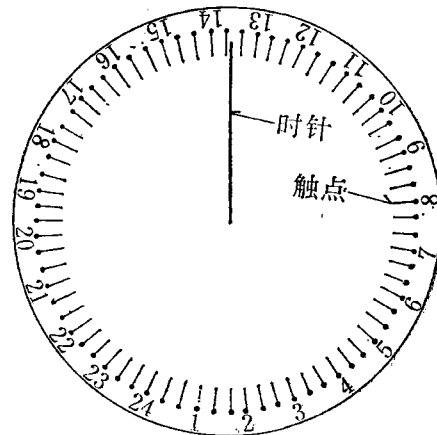

图3 时间刻度盘
1. 计时钟:我们将一只普通商品的电钟机芯经过改制成为计时钟的机械传动部分。用黄铜制作了两只大、小不同规格的正齿轮。大齿轮的节圆直径为20mm,齿数40个。小齿轮为10mm,齿数20个。齿轮模数 $M=0.5$ 。小齿轮为主动轮,固定在原电钟机芯的时钟轴上。大齿轮与小齿轮相啮合,定位于电钟的机芯架上,并将时间控制器的时针安装在大齿轮轴上。大、小齿轮的传动比为1:2,这样就把原12小时周期的电钟改为24小时周期,使之符合工作要求。时间刻度盘用敷铜板腐蚀而成。每个邻近时间触点间的时间分度值是20分钟。控制器的时钟由一根直径为0.5mm的黄铜丝制成。时针的一端固定在大齿轮轴上,另一端与时间触点相接触(图3)。时针逆时方向转动。当时针走动与刻度盘上的时间触点接触时,使双稳态触发器工作状态发生改变,通过继电器